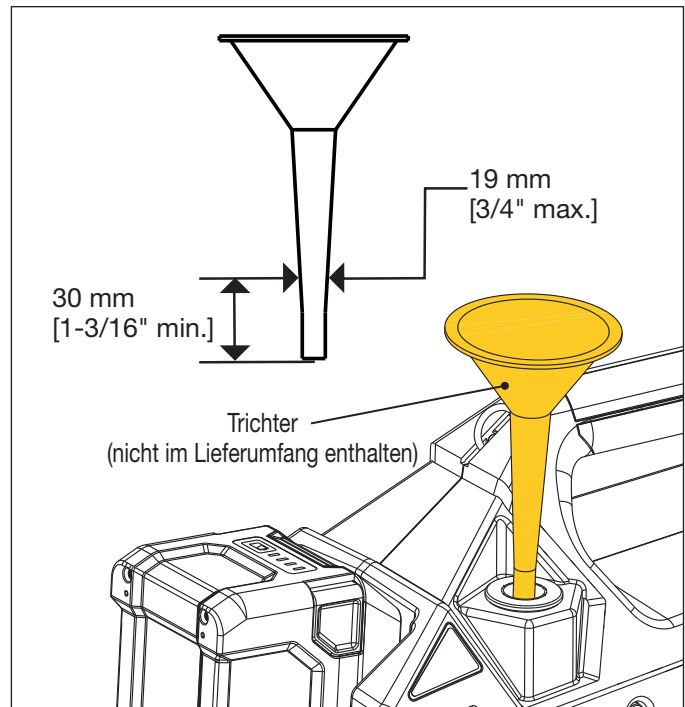

Abbildung 13: Öl mithilfe eines Trichters nachfüllen
5. Setzen Sie einen Trichter (maximal 19 mm [3/4"] Schaftaußendurchmesser und mindestens 30 mm [1-3/16"] lang) durch die Einfüllöffnung in den Öleinfüllstutzen ein. Siehe Abbildung 13.